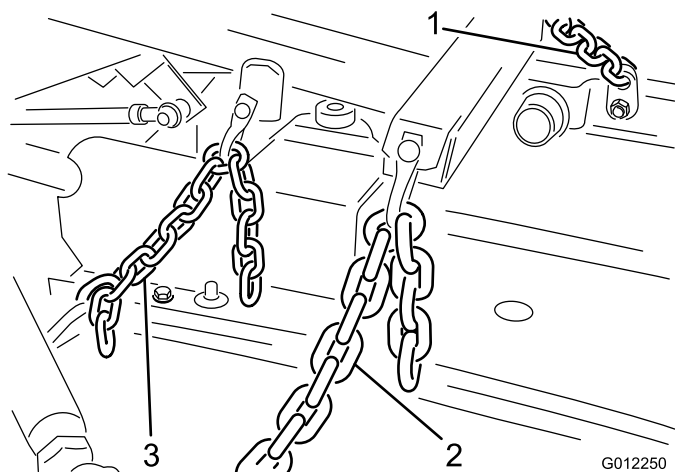

Figure 9
1. Fixez les chaînes de relevage au bras de relevage et aux supports de chaînes sur le plateau de coupe avec 6 manilles, goupilles de manilles (3/8 x 1-1/2") et goupilles fendues (1/8 x 3/4") (Figure 9). Pour que le plateau de coupe puisse se relever correctement, fixez les chaînes aux maillons suivants lors du montage :